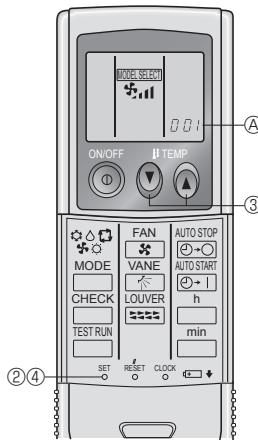

Fig. 6-3
3) Impostazioni (Fig. 6-3)
- ① Inserire le batterie.
② Premere il pulsante SET un po' appuntito sull'estremità. Lampeggia MODE SELECT (scegliere modello) e si accende il N° del modello.
③ Premere il pulsante temp Ⓛ Ⓜ per impostare il N° del modello.